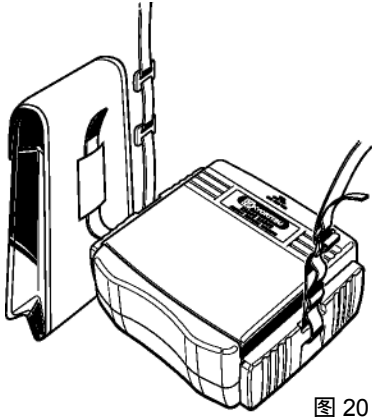

图 20
- 1) 将肩带从仪器主体的侧面口穿下,从底部往上穿出。(图. 20)